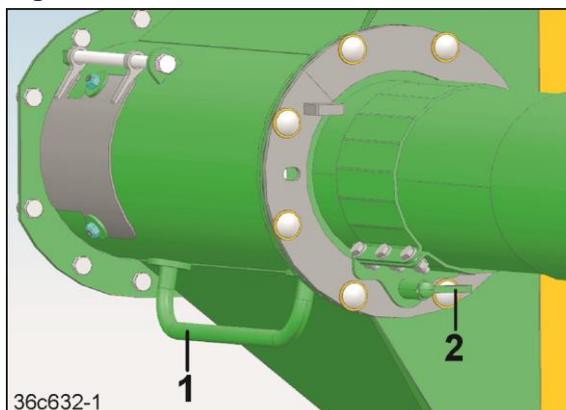

Fig. 388
8. Den Einfülltrichter am Griff (Fig. 388/1) festhalten.
9. Den Flügelbolzen (Fig. 388/2) soweit verdrehen, bis der Einfülltrichter freikommt.